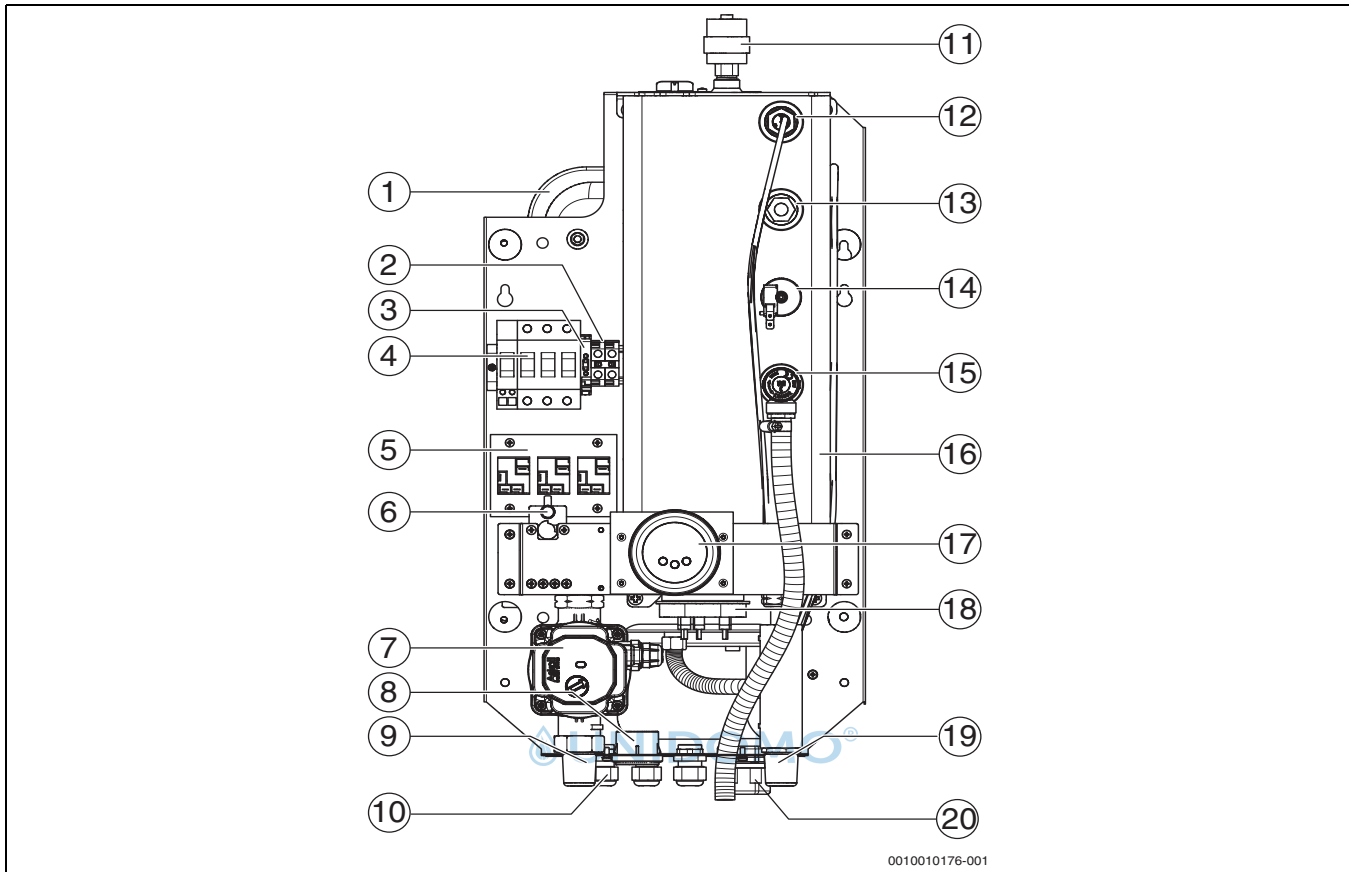

Bild 1 Funktionselemente des Heizgeräts Tronic Heat 3000/Tronic Heat 3500 4-12 kW
- ▶ Sicherheitsventil nie verschließen (→ Abb. 1, S. 6, [15])